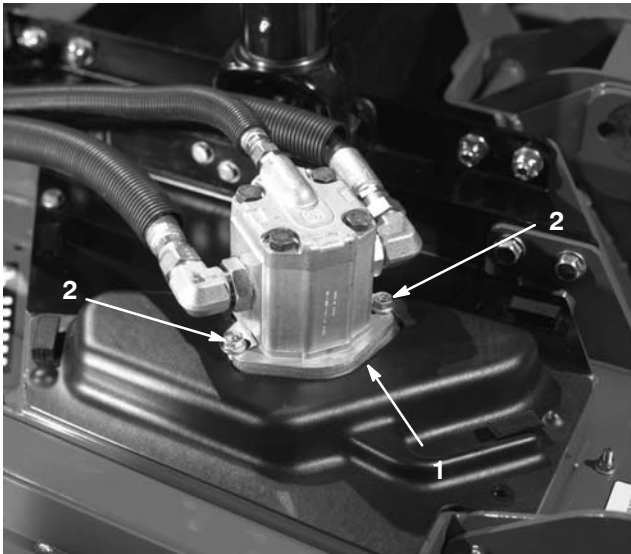

Figure 92
3. Enlevez les boulons qui fixent le moteur hydraulique au plateau de coupe (Fig. 92). Soulevez le moteur et placez-le sur le dessus du plateau de coupe.